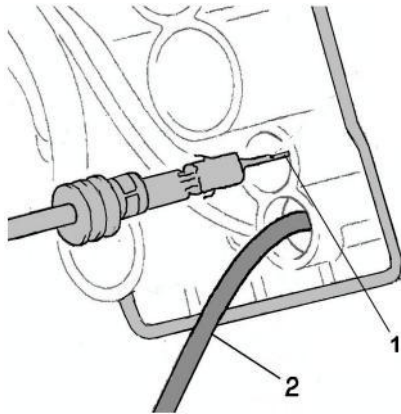

Fig. 5
17. Monter la borne du câble noir/blanc provenant de la broche de câblage XE1 (chambre 44) dans la broche de câblage X26 et la borne du câble marron, puis monter le blocage (Fig. 5).